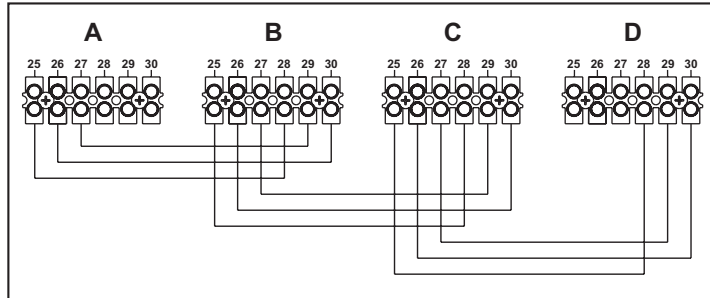

fig. 27 - Collegamento in cascata
1. Collegare i moduli come mostrato in fig. 27 (esempio per 4 moduli)
Se questo non avviene, togliere alimentazione elettrica e controllare il cablaggio in fig. 27.